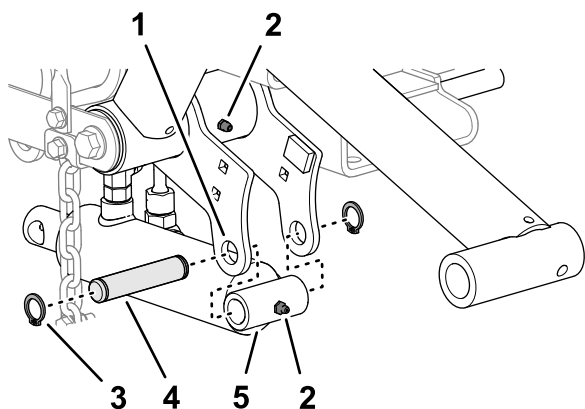

Figura 10
1. Alinee el extremo del tapón del cilindro de elevación con los taladros en las bridas del brazo de elevación izquierdo (Figura 10).
2. Monte el cilindro en las bridas con el pasador de montaje y 2 anillas a presión (Figura 10).
3. Aplique grasa de litio n.º 2 a los engrasadores del brazo de elevación y el cilindro hidráulico (Figura 10).